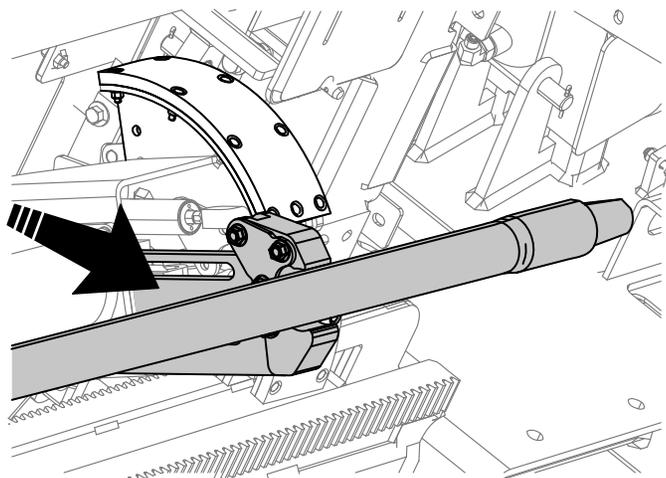

Рисунок 34
7. Удерживайте нажатой нижнюю правую кнопку на левом джойстике (Рисунок 27), пока рычаги не будут выдвинуты (Рисунок 34).